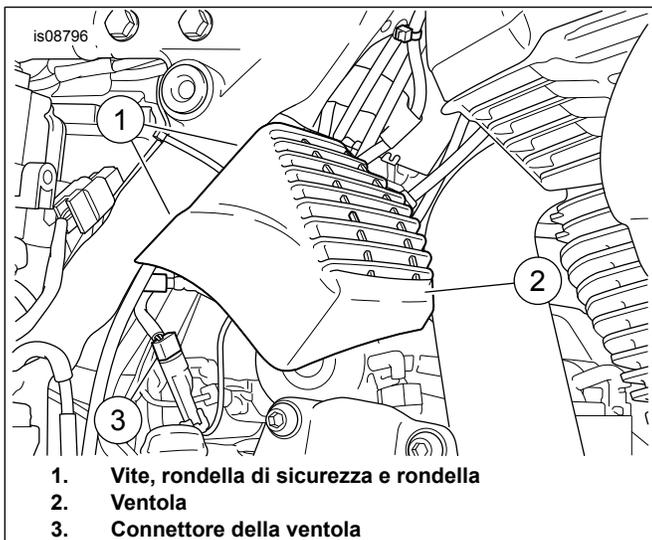

Figura 2. Posizionare la ventola.
2. Vedere la figura 2.. Collocare in posizione il gruppo ventola. Dall'area del vano batteria, installare le viti (1), la rondella di blocco (2) e le rondelle piatte (3). Serrare a: